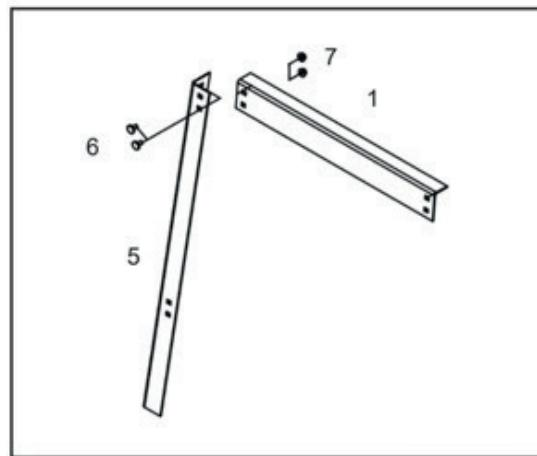

Рис. 6.
1. Соедините ножку (№5) с верхней длинной перекладиной (№1) с двумя гайками и болтами (№6 и 7) (рис. 6).